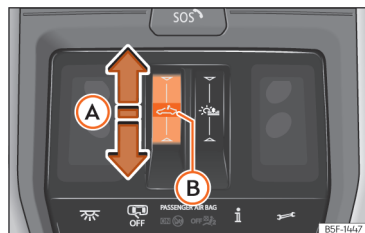

Fig. 87 Pe plafon: buton plafon din sticlă.
- Mișcarea automată: treceți cu degetul înapoi peste zona funcțională  >>> **fig. 87 (A)**.
- Înainte cu aproximativ 5 secunde de activarea funcției antiprindere, treceți cu degetul înainte peste zona funcțională ➡ » » » **fig. 87** (A) și țineți apăsat până când trapa se închide complet.